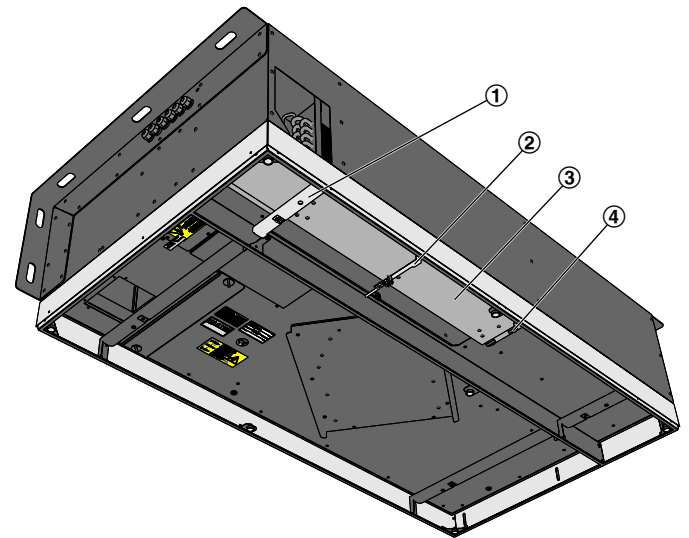

Abb. 26: Kondensatwanne demontieren
- ▶ Traverse (Abb. 26/1) demontieren.
- ▶ Zulufttemperatursensor (Abb. 26/2) mit Halter demontieren.
- ▶ Kondensatwanne (Abb. 26/3) durch Lösen der Drehverschlüsse (Abb. 26/4) demontieren.
10. ▶ Die Kondensatwanne (Abb. 26/3) mit handelsüblichen Reinigungs- oder Desinfektionsmitteln reinigen.